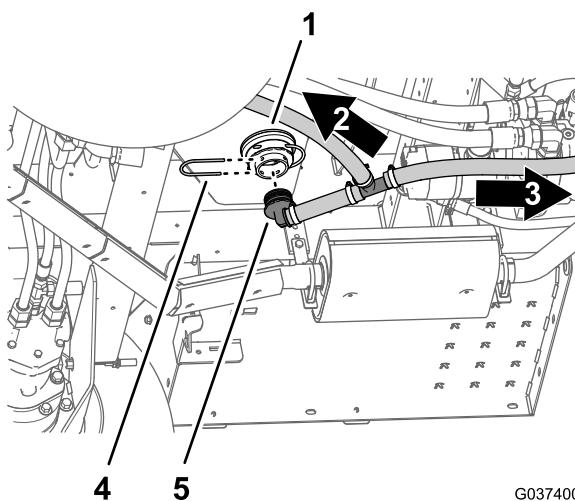

Figura 28
1. Retire o retentor que prende a união de 90° da tubagem à união adaptadora na parte inferior do depósito do pulverizador (Figura 28).
2. Retire a união de 90° da tubagem da união adaptadora (Figura 28).